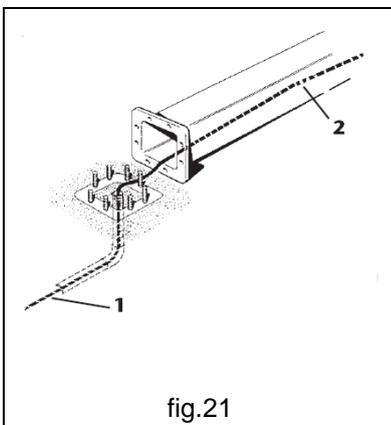

fig.21
- a. Dans le cas de câble **1** qui sort du tube prédisposé dans le massif, introduire directement le câble à l'intérieur de la colonne jusqu'à atteindre le trou **2** placé au sommet de la colonne (fig.21)